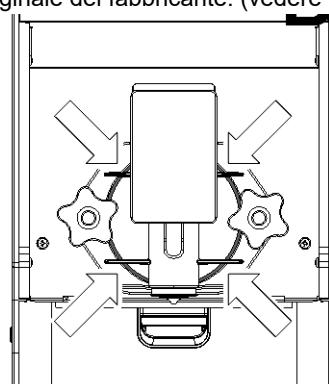

figura 28
- Ogni giorno: controllare il distributore e verificare che non ci siano perdite di prodotto dalla guarnizione del gruppo rubinetto. Se si notano perdite, controllare prima di tutto che i componenti siano correttamente montati, quindi verificare che la guarnizione non sia difettosa o usurata, in tal caso sostituirla con ricambio originale del fabbricante. (vedere figura 28)